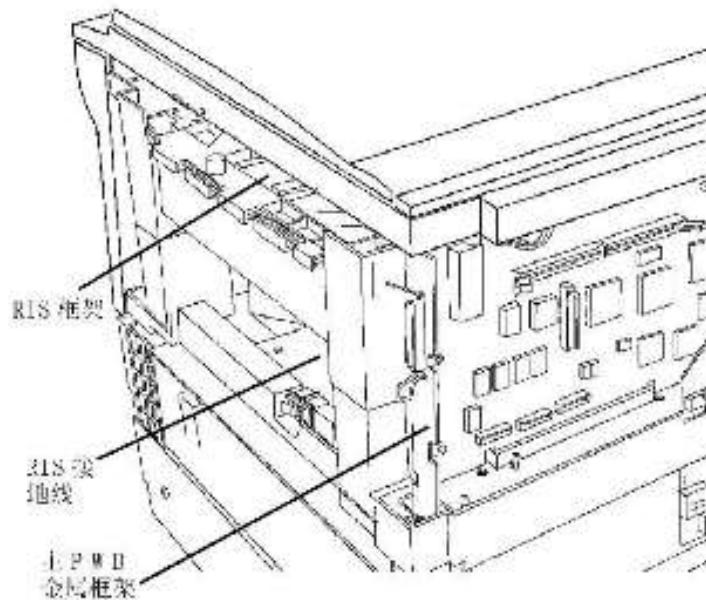

图 10 RIS 接地
a. 黑表棒接主PWB金属框架（图 10）。
c. 红表棒接鼓架接地（图 10）。
a. 黑表棒接主PWB 金属框架（图 10）。
b. 红表棒接金属RIS 框架（图 10）。
c. 检查 RIS 接地线是否连接到 RIS 接地卡簧（图 10）。